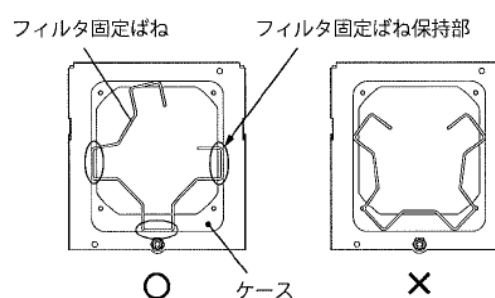

図2 フィルタ固定ばねの取付位置
- ・フィルタ固定ばねの保持部(3カ所)をケース内の底面と側面に平行に接触させ、所定の位置にガタツキなく取付けてください。(図2)